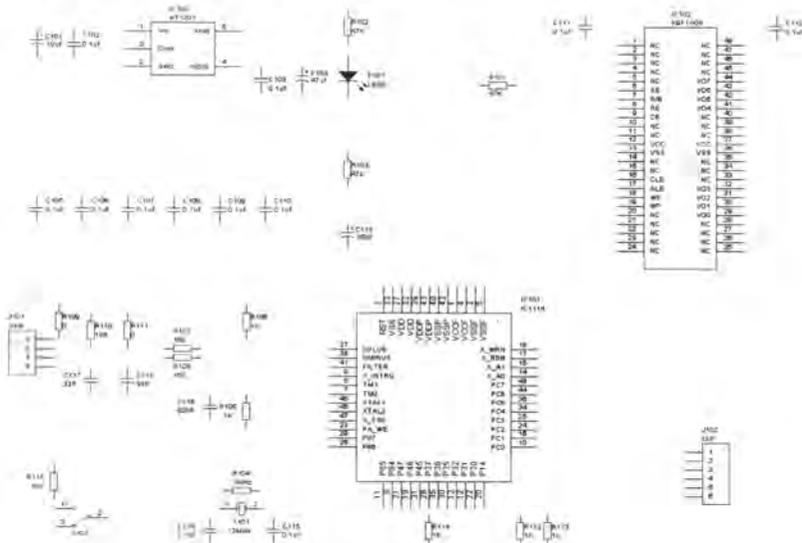

图 5-53 放置所有元器件并设置属性
- [5] 使用【元件属性】对话框完成对每一元器件的属性设置，包括元器件标志、序号、型号、封装形式等，如图 5-53 所示。